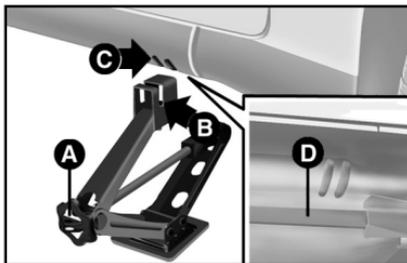

fig. 5
2) Girar a manopla de manobra **A**-fig. 5 do macaco de modo a abri-lo parcialmente.